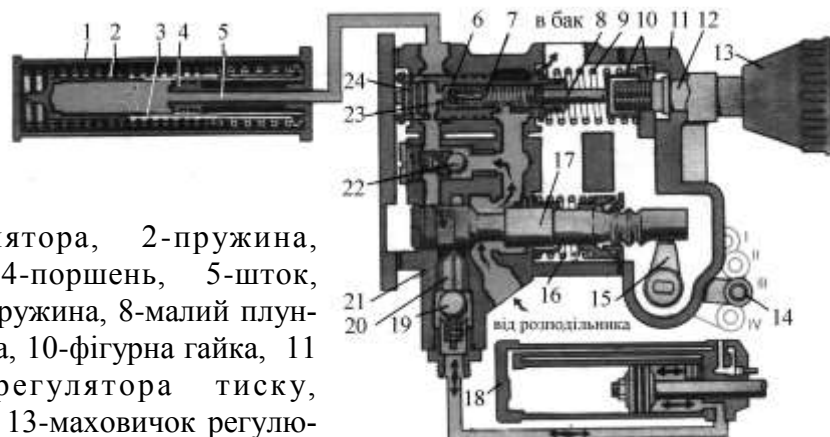

Рис. 2
2. Ознайомтесь, користуючись рис.2 з будовою гідрозбільшувача зчіпної ваги трактора МТЗ-80: